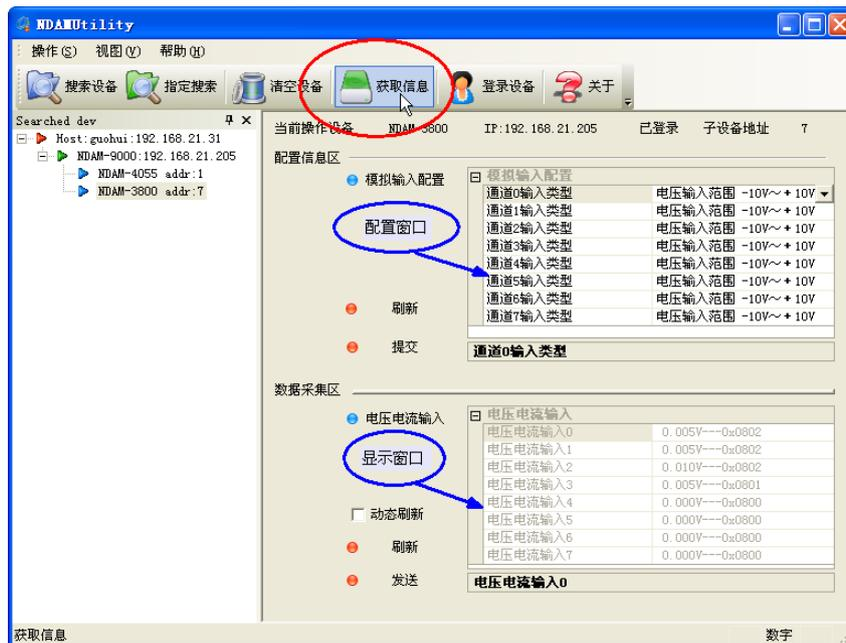

图 3.5 获取设备信息后界面
④ 单击界面中的“获取信息”按钮，得到如图 3.5 所示界面。其中，“配置窗口”用于配置各输入通道的信号类型和测量范围，“显示窗口”用于显示各通道的测量结果。